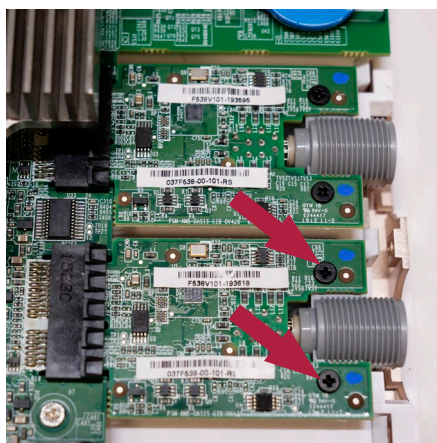

图 16 拆下要更换的 VDI 板上的螺钉
a) 使用螺丝刀松开固定 VDI 板的两个黑色螺钉 (见图 16)
- e) 插入并拧紧固定 VDI 板的两个黑色螺钉（最大扭矩为 0.2Nm）（见图 16）